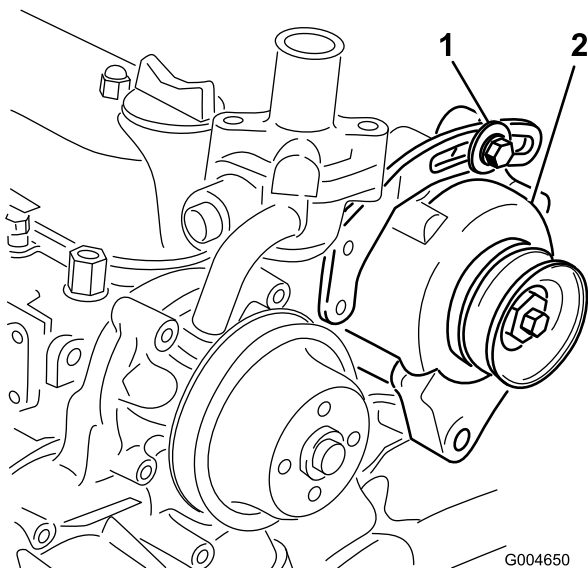

Figura 68
2. Si la desviación no es de 10 mm (3/8 pulgada), afloje los pernos de montaje del alternador (Figura 68).